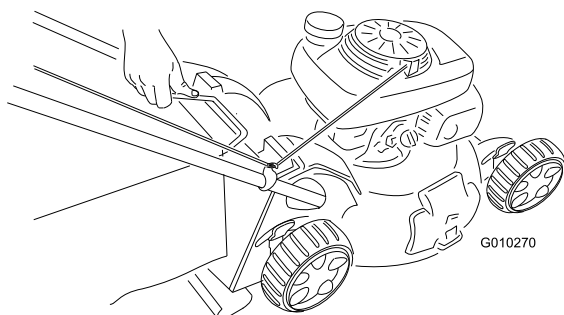

Figure 30
2. Soulevez le bac à herbe par la poignée pour le dégager des rainures en haut de la tondeuse, ce qui permettra de le retirer (Figure 30).